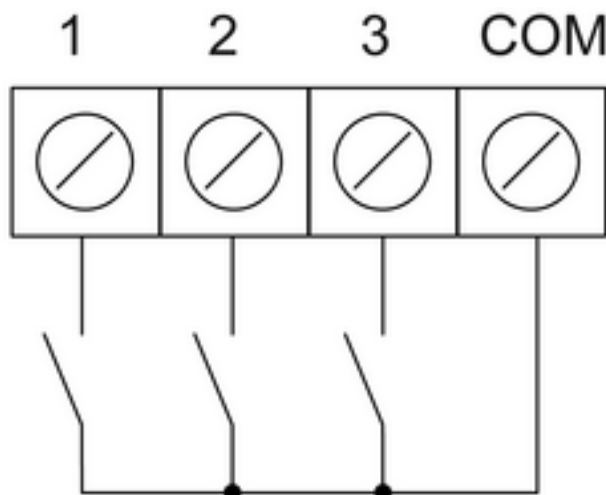

Рисунок 2: Подсоединение бинарных входов
- С помощью соединительной клеммы подсоединить шину к месту сопряжения с шиной (1).
- При необходимости подключить беспотенциальные контакты к кнопочному интерфейсу (5) между клеммами **COM** и 1...3(рисунок 2).
- Установить прибор (2) в монтажную коробку.
- Установить рамку (6), центральную плату (7) и поворотную кнопку (8).